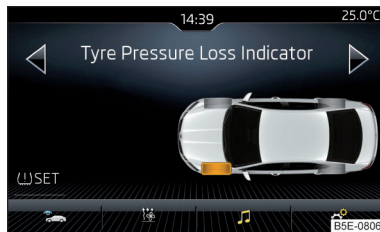

Fig. 296
› la touche de fonction (L) SET » fig. 296.
Si le voyant (L) s'allume dans le combiné d'instruments, le pneu concerné peut être affiché dans l'Infodivertissement » fig. 296.